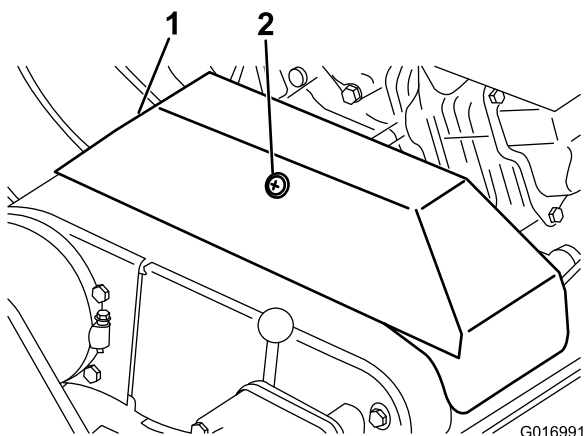

Figura 33
3. Allentate l'ancoraggio di fissaggio del paracinghia della cinghia trapezoidale, e girate il paracinghia per aprirlo (Figura 33).